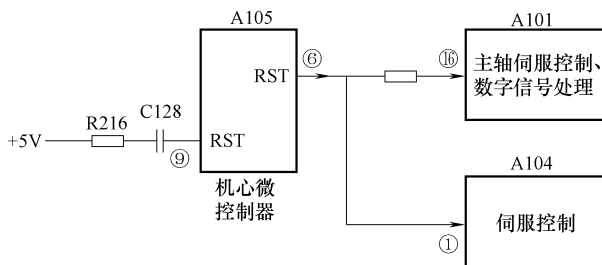

图 16-26 微控制器实用复位电路之一
1) 复位电路之一。如图 16-26 所示是微控制器中的一种实用复位电路。电路中, A105 是机心微控制器集成电路, A101 是主轴伺服控制和数字信号处理集成电路, A104 是伺服控制集成电路。